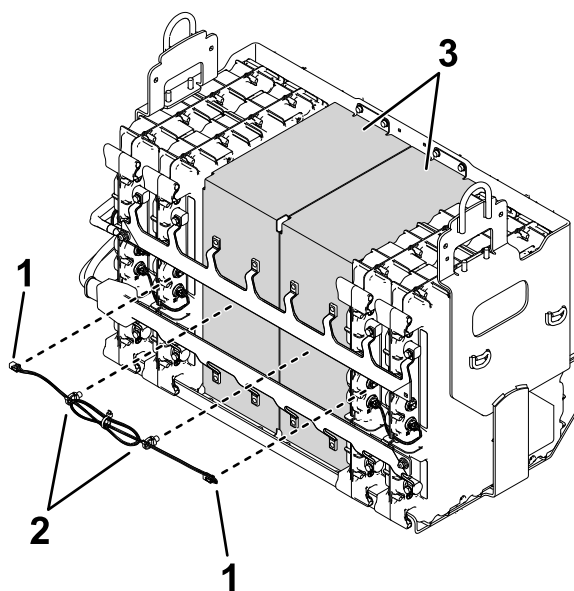

Figur 1
1. Ta ut kanalstödet och skumgummidynan ur batterifacket som innehåller fyra batterier (Figur 1).
7. Montera kanalstödet och skumgummidynan. Se Figur 1.